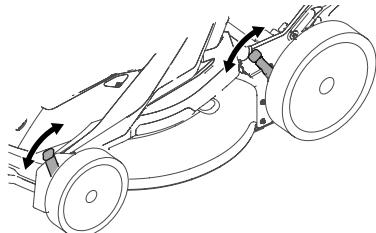

Figure 10
2. Placez le levier à la position désirée. Voir (Figure 10).